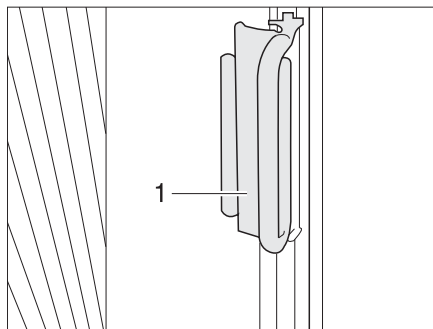

Fig. 27 Bloqueo de los estores plegables para la ventana del conductor/ del acompañante
- Empujar los estores plegables para la ventana del conductor y del acompañante con el tirador (Fig. 27,1) sobre la pieza sobrepuesta. El estor plegable queda asegurado.